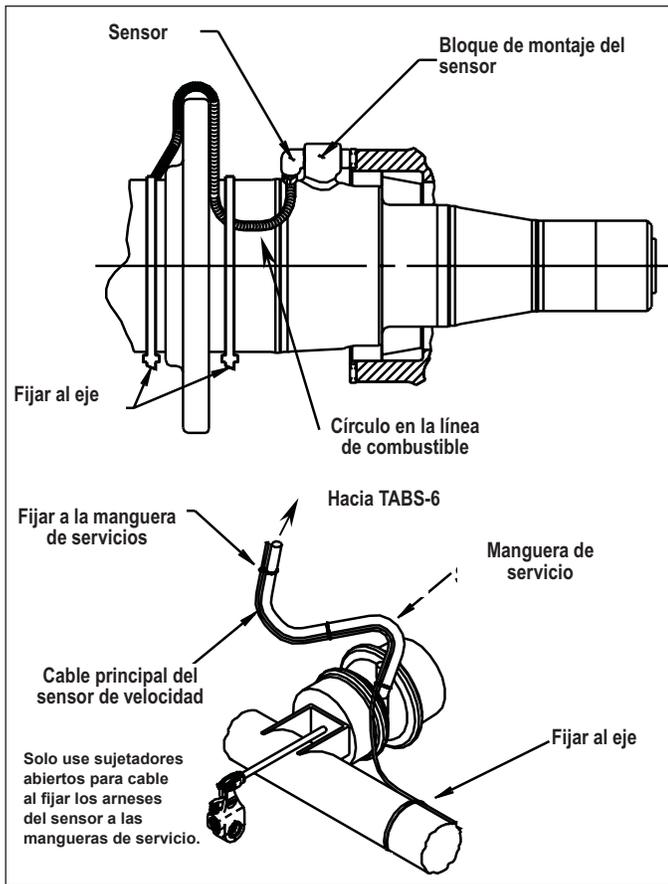

FIGURA 7 – ENRUTAMIENTO Y SUJECIÓN DEL CONECTOR DEL SENSOR
3. Empuje suavemente (NO GOLPEE) el sensor en el agujero del bloque de montaje hasta que haga contacto con la cara del anillo dentado. Fije el cable principal al alojamiento del codo/eje entre 7,6 y 15,2 cm (3 y 6 pulg.) del sensor. Consulte la figura 7.